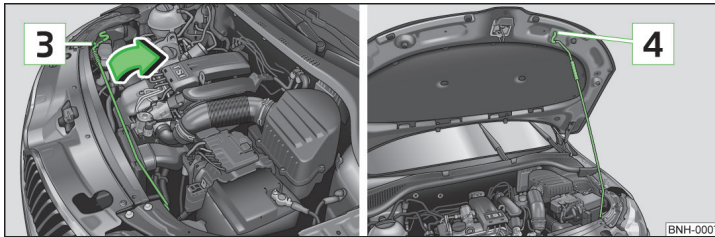

Abb. 112 Motorraumklappe sichern
- Die Klappenstütze aus der Halterung **3** in Pfeilrichtung nehmen » Abb. 112 und die geöffnete Klappe sichern, indem das Ende der Klappenstütze in die Öffnung **4** gesetzt wird.